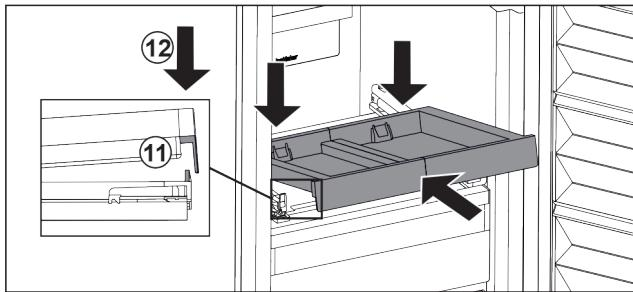

Fig. 103
- ▶ 倾斜推入。确保两侧的挡块位于卡舌后面。Fig. 103 (11)
- ▶ 放下拉出式搁板前部。Fig. 103 (12)